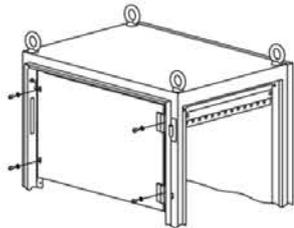

Рисунок 11
4.8.2 Приложите панель оперативную поворотную к вертикальным уголкам рамы под панели ЛГ/ЛМА на нужной высоте и закрепите четырьмя винтами М6×8 (рисунок 11).